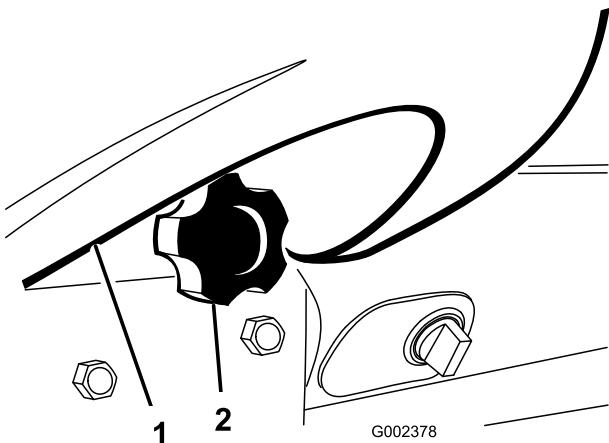

Bild 29
2. Lösen Sie das Handrad, mit dem der Getränkehälter am Armaturenbrett befestigt ist (Bild 29). Nehmen Sie den Getränkehälter vom Armaturenbrett ab.